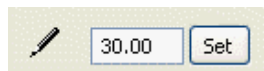

Рисунок 38 - Кнопка установки индикатора положения с ручкой
- Используйте стрелку и перетащите ее к требуемой уставке. Во время перетаскивания число на центральной панели показывает выбранную ручную уставку, и эта уставка будет автоматически записана в устройство (Рис. 38).